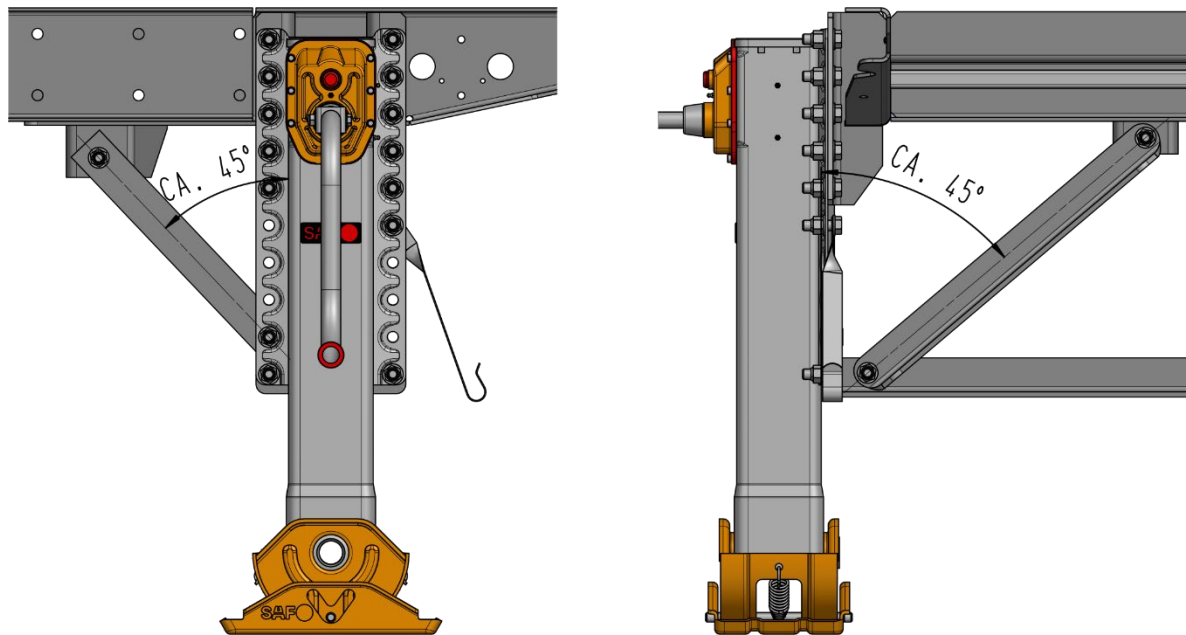

Bild 30
- Die Verstrebung der Stützwindenvorrichtung ist gemäß Darstellung und Beschreibung auf Seite 28, Bild 30 auszuführen.
Um die Kräfte optimal in das Fahrgestell einzuleiten, ist ein Verstrebungswinkel von 45° zu empfehlen. Siehe Bild 30.